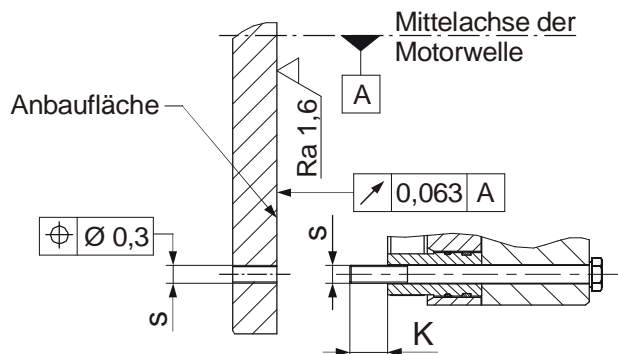

Bild 8
- ❑ Bei Nabenausführungen sind die Passungen der Nabenumbohrung (15) und der Welle so zu wählen, dass kein Aufweiten der Nabenumbohrung (15) erfolgt. Ein Aufweiten der Nabenumbohrung führt zu einer Klemmung des Rotors (3) auf der Nabe (15) und somit zu Funktionsstörungen der Bremse. Empfohlene Naben – Wellenpassung H7/k6. Wird zum besseren Fügen die Nabe (15) erhitzt, so muss zuvor der O-Ring (16) entfernt und nach der Nabenumbohrung wieder aufgezoogen werden. Die max. zulässige Füge-temperatur von 200 °C darf nicht überschritten werden.
- ❑ Eine Auslegung der Passfederverbindung entsprechend den Anforderungen Wellendurchmesser, übertragbares Drehmoment und Betriebsbedingungen ist durchzuführen. Dazu müssen die entsprechenden Daten vom Betreiber bekannt sein bzw. die Auslegung wird vom Betreiber nach den gültigen Berechnungsgrundlagen DIN 6892 durchgeführt. Für die Berechnung ist die Qualität der Nabe mit  $R_e = 300 \text{ N/mm}^2$  anzusetzen. Die Traglänge der Passfeder sollte sich über die gesamte Nabe (15) erstrecken.
- ❑ Die Anbaumaße und die Anschraubgewinde  $s$  mit Tiefe  $K + 2 \text{ mm}$  ( $K = \text{Schraubenüberstand}$ ) gemäß Katalog, bzw. zugehöriger Zusammenstellungszeichnung müssen gegeben sein (Bild 8).